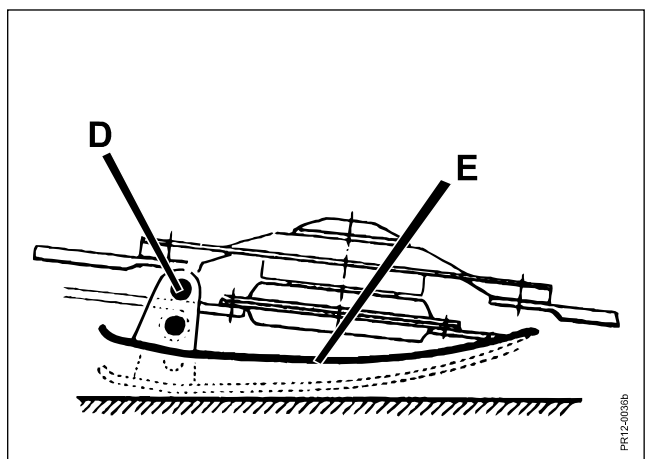

Fig. 3-9
- Fig. 3-9** Stubhøjden grov indstilles i 2 trin med tappen **D** ved slæbesko **E** i højre og venstre side (nederste hul giver lav stub). Finindstilling kan foretages ved at forlænge eller afkorte topstangen.